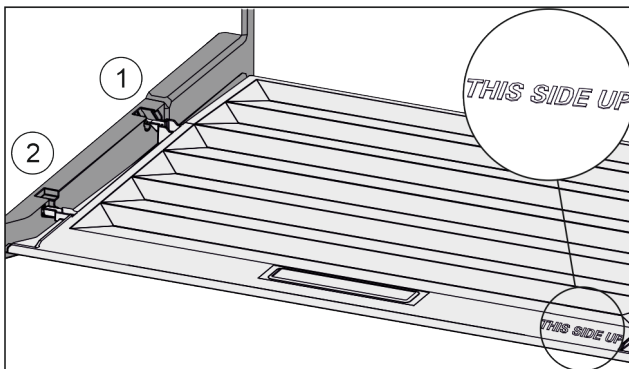

Fig. 35
- ▶ Prečke poklopca uvedite preko otvora stražnjeg držača Fig. 35 (1) i uglavite ih u držač Fig. 35 (2).